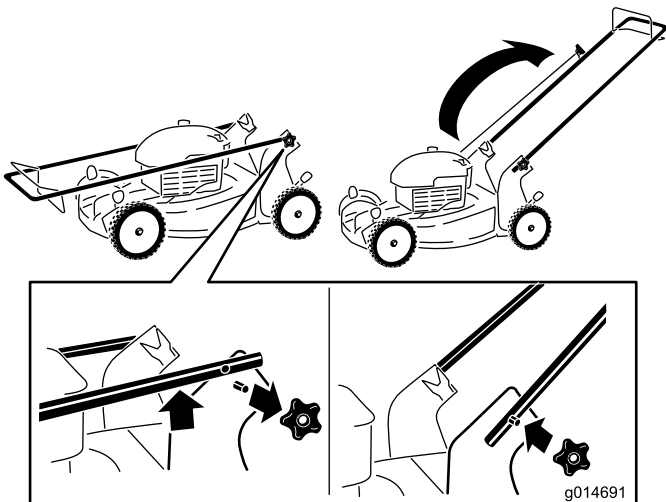

Bild 3
1. Nehmen Sie die Griffhandräder vom Mähergehäuse ab (Bild 3).
3. Montieren und ziehen Sie die Griffhandräder fest, die Sie in Schritt 1 (Bild 3) entfernt haben.